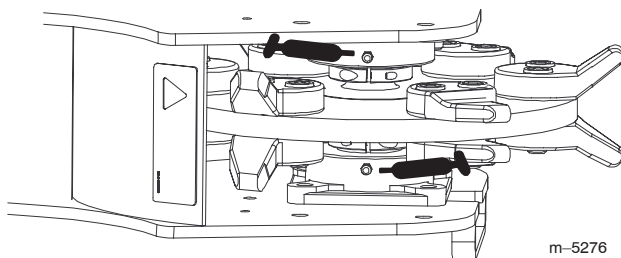

Bild 9
2. Setzen Sie die Fettpresse nacheinander an allen Nippeln an (Bild 9).